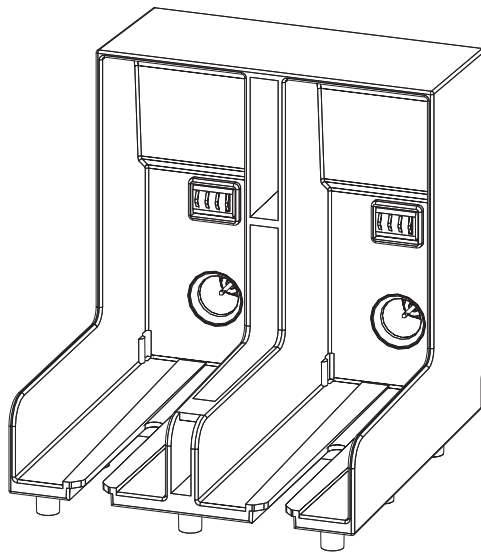

Abbildung 6-3: Kartuschenhalterschlitz
- 5 Bringen Sie die Tintenkartusche in den Tintenkartuschenhalter ein, indem Sie den Führungssteg an dem korrekten Halterschlitz ausrichten (Abbildung 6-3 auf Seite 6-6).